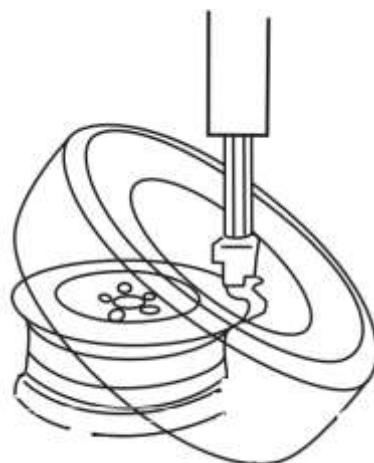

Abb. 37
- Wulst auf Felge so ansetzen, dass sich linke Seite oben befindet, Pedal A drücken, ausziehbaren Arm zurück in Arbeitsposition stellen (Abb. 37).